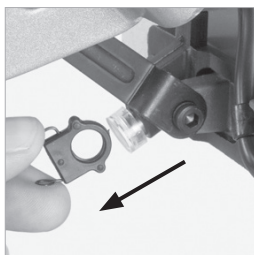

Fig. 38
- Retirez la goupille du bras de la protection inférieure (**Fig. 38**). Libérez le bras de son pivot